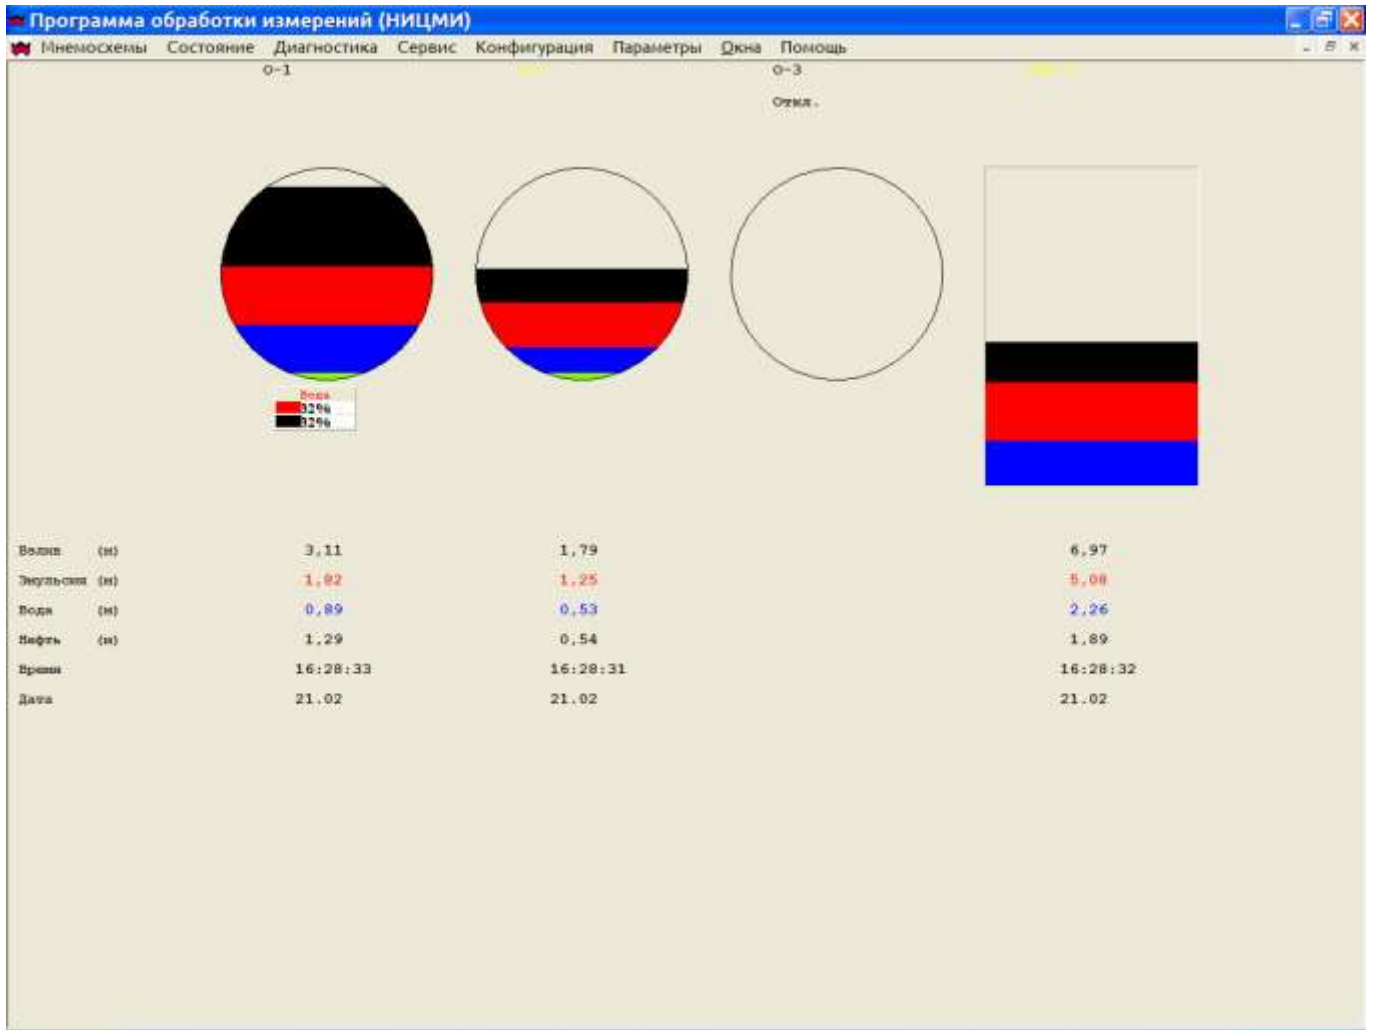

Рис.1
2.2 Контроль связи компьютер – датчик УМФ300.00(01). Выполняется из основного рабочего окна «АРМ оператора» после запуска исполнительного файла программы Mlevel.exe (рис.1). В меню программы Mlevel нажимается левая клавиша мыши на меню «состояние». В появившейся закладке датчик с интересующего аппарата должен быть активирован. В окне Вкл/откл должна стоять галочка, а само окно должно быть зеленого цвета. Если датчик не активирован окно «Вкл/откл» высвечивается красным цветом. Для активизации датчика нажатием левой клавиши мыши устанавливается галочка в окне вкл/откл и далее нажимают клавишу «сохранить изменения». При этом, начинается процесс инициализации системой данного датчика и окне «Инит.» появляется надпись «ОК». Система устанавливает наличие необходимых модулей «*.dlls», после чего в окне DLLS появляется надпись ОК. После установления связи и получения данных с датчика в окне «связь» появляется надпись ОК, далее полнота и корректность переданных данных, соответственно в окнах «сбор» и «Матем.» появляются надписи «ОК», а окне «Код ошибки» появляется надпись НЕТ. После